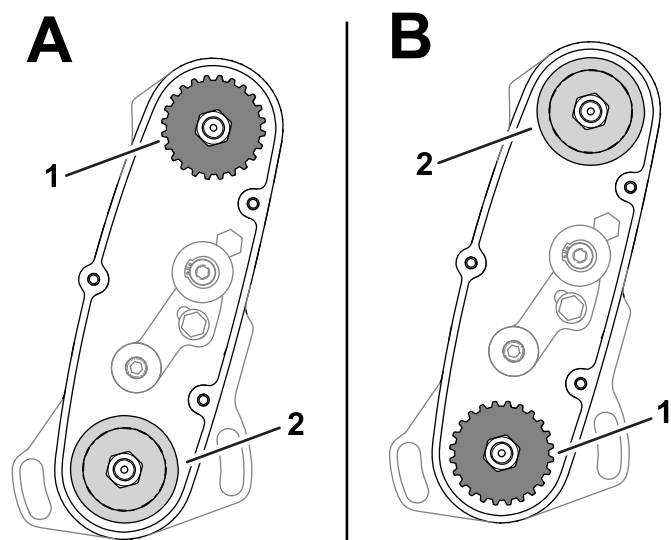

Figura 15
- **POSIZIONE alta:** "A" in Figura 15
- **POSIZIONE bassa:** "B" in Figura 15